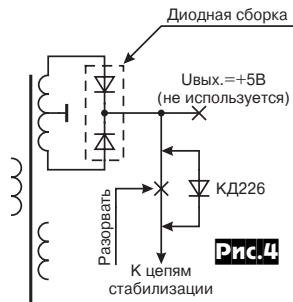

Рис.4
5) Для повышения выходного напряжения с 12-ти до 13-ти вольт разрезают печатный проводник, идущий от средней точки выпрямительной сборки +5 В, и включают в эту цепь любой кремниевый диод на 1...2 А в прямом включении, как показано на **рис.4** (ТНХ RW3DVY). Автор применил КД226. После этого трансивер стал отда-